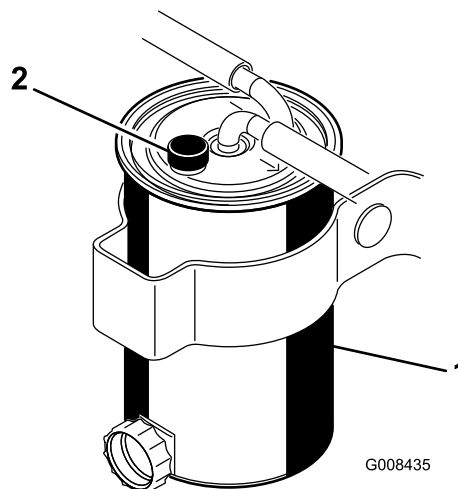

Figure 35
2. Ouvrez le reniflard situé sur le dessus de la cartouche jusqu'à ce que du carburant en sorte (Figure 35).